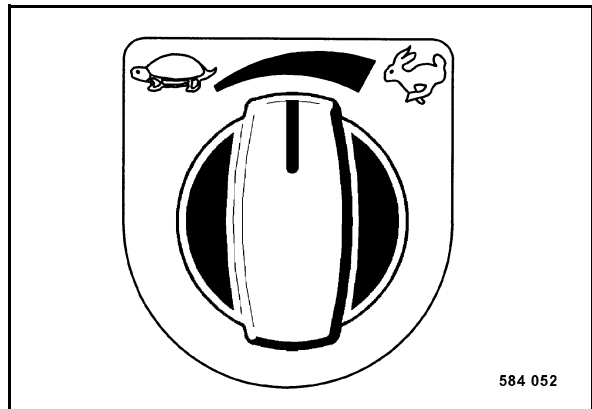

Fig. 121
- Preseleccionar la máxima velocidad de marcha (Fig. 121).